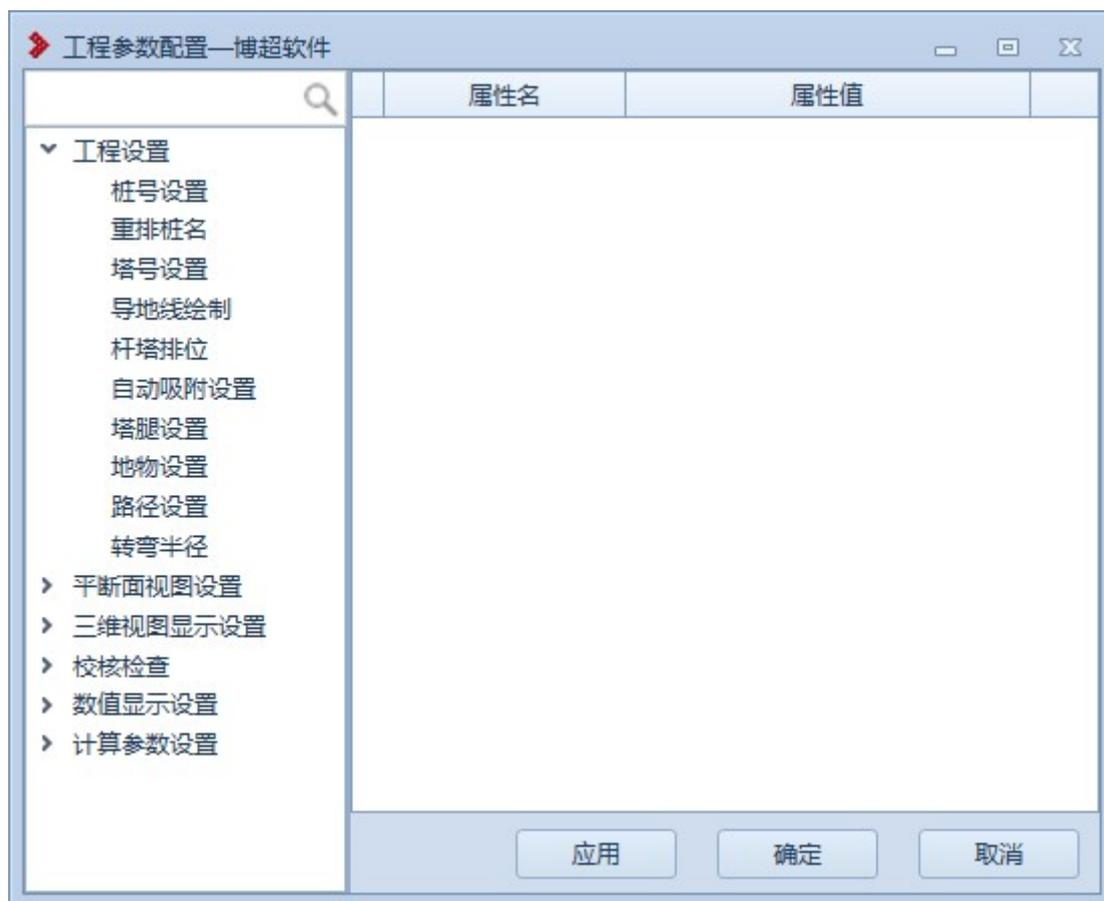

图 5.4- 1 工程参数配置
**工程参数**：工程参数主要是设置工程相关的参数，供工程设计相关功能使用；点击该按钮，弹出界面，如图 5.4- 1 所示：